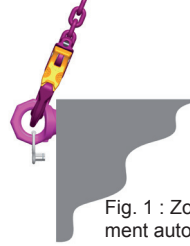

Fig. 1 : Zones de chargement autorisées
10. Les élingues doivent pouvoir se déplacer librement dans le STARPOINT et ne peuvent prendre appuis sur le bord de la charge. Les capacités indiquées dans la notice d'utilisation se réfèrent aux chargements transversaux ou axiaux. **En outre, le chargement peut être réalisé avec capacité charge nominale vers l'alésage fileté de la pièce (fig. 1 et 2).**